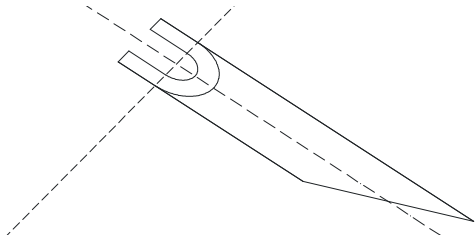

图 6-3-2
STEP 02 使用 UCS 命令调整 UCS 坐标, 如图 6-3-2 所示。其具体操作如下:
正在重生成模型。 // 效果如图 6-3-2 所示